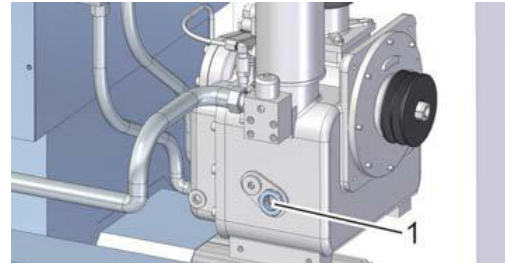

Рис. 30: Проверка уровня охлаждающей жидкости с помощью смотрового стекла
7. Проверьте уровень охлаждающей жидкости посредством смотрового стекла (Рис. 30/1) и при необходимости долейте в соответствии с инструкциями, приведёнными в Разделе 7.4.3 «Контроль уровня охлаждающей жидкости / Заправка охлаждающей жидкости» на стр. 55.